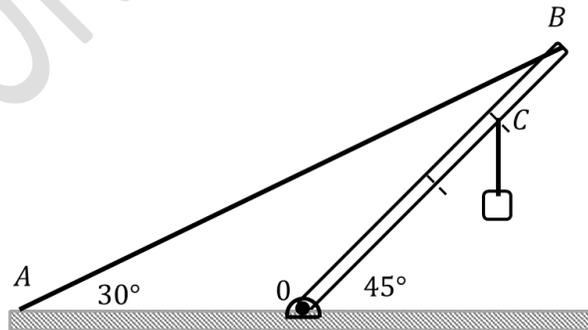

Fig. 4.23.
- $T = 112 \text{ (N)}$, $b) O_x = 22.5 \text{ (N)}$, $O_y = 439.4 \text{ (N)}$
- $\vec{F}_N = \vec{O} + \vec{w} = -22.5\hat{i} + 89.4\hat{j} \text{ (N)}$, $d) P_c(-0.75, 3) \text{ (m)}$
4.12.- Para la Fig. 4.23 mostrada a continuación, considere las mismas variables del problema 4.11 y calcule. Para la letra c) obtenga el sistema equivalente simple.